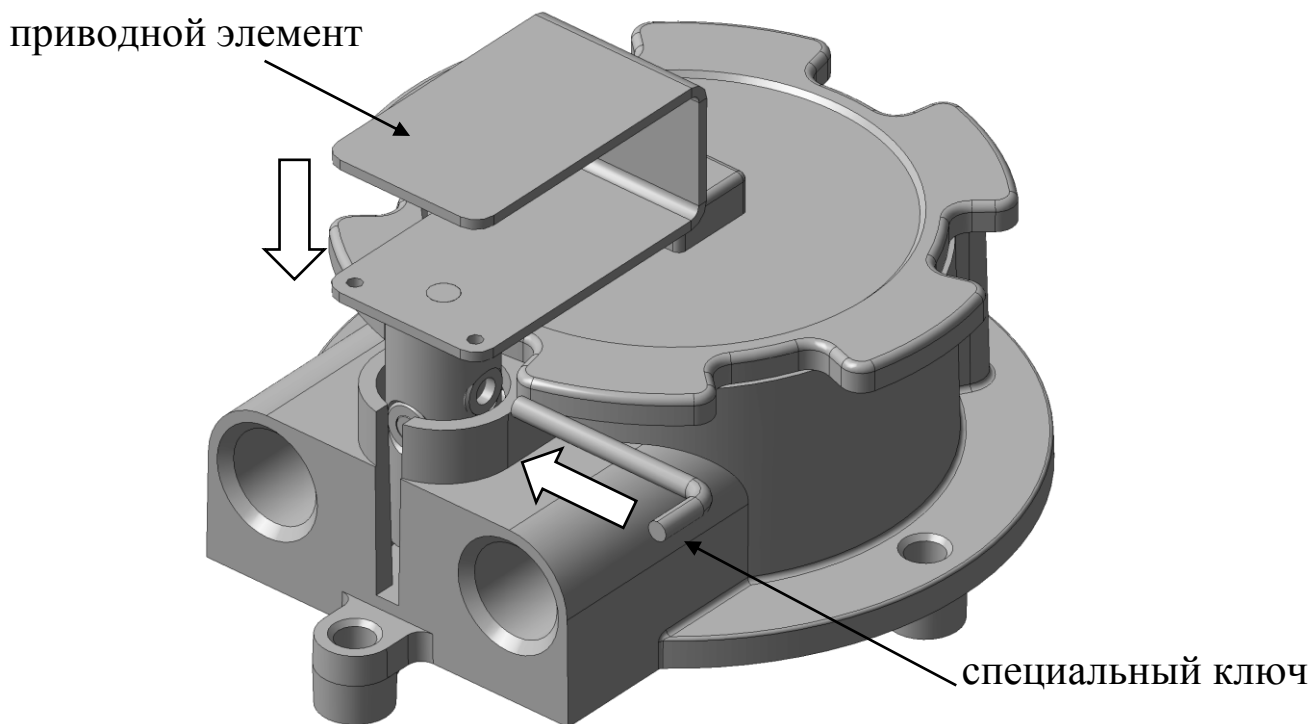

Рис. 2
1. В отверстие слева приводного элемента вставить специальный ключ и нажать до упора, рис.2;
2. Вставить приводной элемент до упора, рис.2.